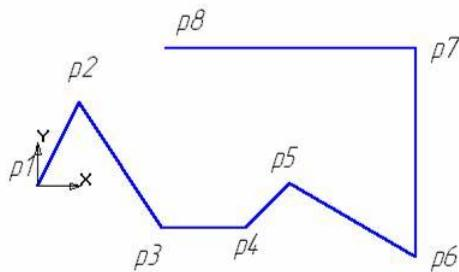

Рис. 1.8. Ломаная линия
**Задание:** Постройте ломаную линию p1-p2-p3-p4-p5-p6-p7-p8, если отрезки p1 – p2, p2 – p3, заданы координатами точек p1(0, 0), p2(10, 20), p3(30, -10), а отрезки p3 – p4, p4 – p5, p5 – p6, p6 – p7, p7 – p8 заданы длиной и углом наклона. Рис. 1.8, табл. 1.